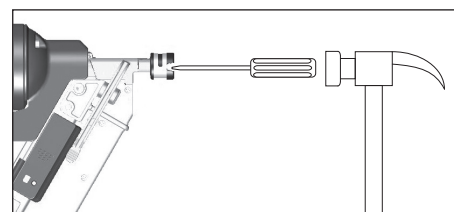

Figure 24
4. Si nécessaire, utiliser de petits outils manuels pour aider à dégager le clou bloqué. Il est parfois nécessaire d'utiliser un marteau et un long tournevis mince pour remettre le coulisseau jusqu'au bout dans le pistolet (voir la Figure 24).